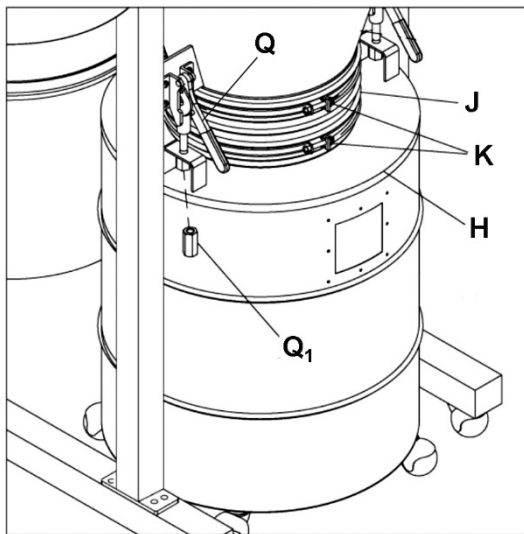

Abbildung 12
17. Den Schlauch (J) auf dem Kegel und dem Trommeldeckel anbringen und oben und unten mit zwei Schlauchschellen (K) sichern. Siehe Abbildung 12.
20. Die beiden Schnellklemmhebel (Q, Abb. 12) nach unten ziehen. Dann den Trommeldeckel (H, Abb. 12) an den Schnellklemmhebeln anbringen. Je eine lange Mutter (Q₁, Abb. 12) auf die beiden Schnellklemmhebel aufschrauben.